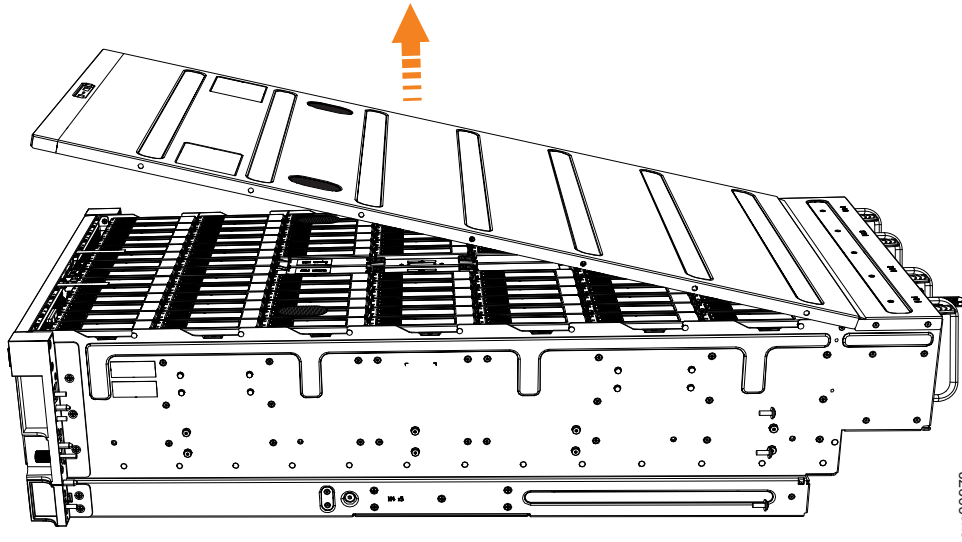

図 53. 2145-92F カバーの取り外し
4. 68 ページの図 53 に示すように、カバーを慎重に持ち上げます。